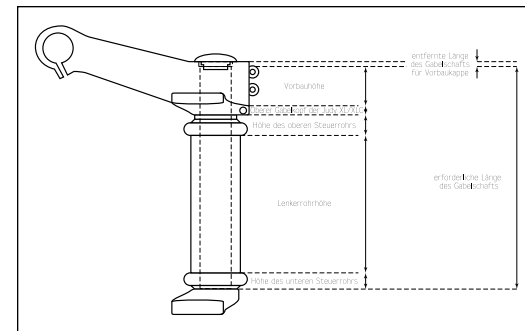

Fig. 2
- Es kann erforderlich sein, das Gabelschaftrohr der RockShox-Gabel auf die richtige Länge zu kürzen. Um das Gabelschaftrohr zu kürzen, müssen Sie die oberen Rohre ausbauen. Dies ist nötig, da sonst die oberen Rohre im Weg sind, wenn Sie das Gabelschaftrohr absägen. Die Länge des Gabelschaftrohrs hängt von folgenden Bauteilen ab: Länge der Gabelschaftrohr-Klemmung am oberen Gabelkopf der Judy XL, Länge der Klemmung des Vorbaus, Länge des Steuerrohrs des Rahmens, sowie obere und untere Bauhöhe des Steuersatzes (s. Abb. 2). Um die Montage zu erleichtern, sollten Sie den oberen Gabelkopf der Judy XL nicht auf den oberen Rohren montieren, bevor Sie das Gabelschaftrohr auf die richtige Länge gekürzt haben und den unteren Gabelkopf in der richtigen Lage befestigt haben. TIP: